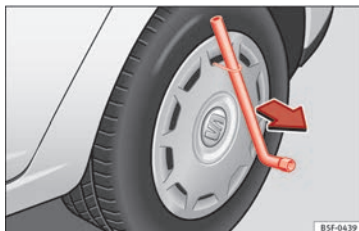

Fig. 182 Retirar el embellecedor integral.
- Retire el embellecedor integral de la rueda con el gancho de alambre » fig. 182.